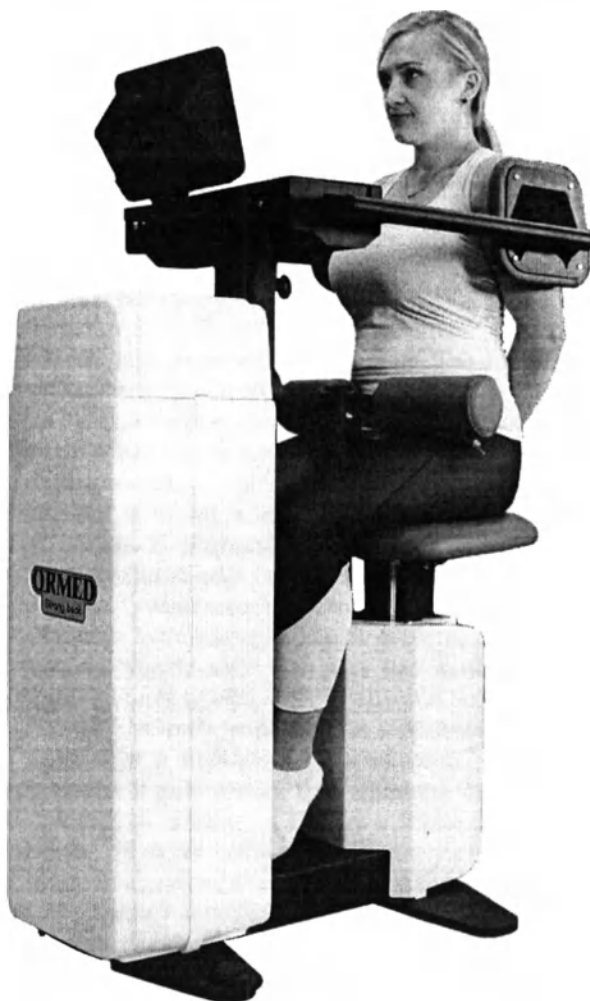

Рисунок 4.2 – Размещение пациента на Тренажёре
- 1) Для настройки Тренажера приложите идентификационный ключ пациента к считывателю (на экране появится главное меню пациента с указанием его ФИО), усадите пациента на сиденье Тренажера (см. рис. 4.2).